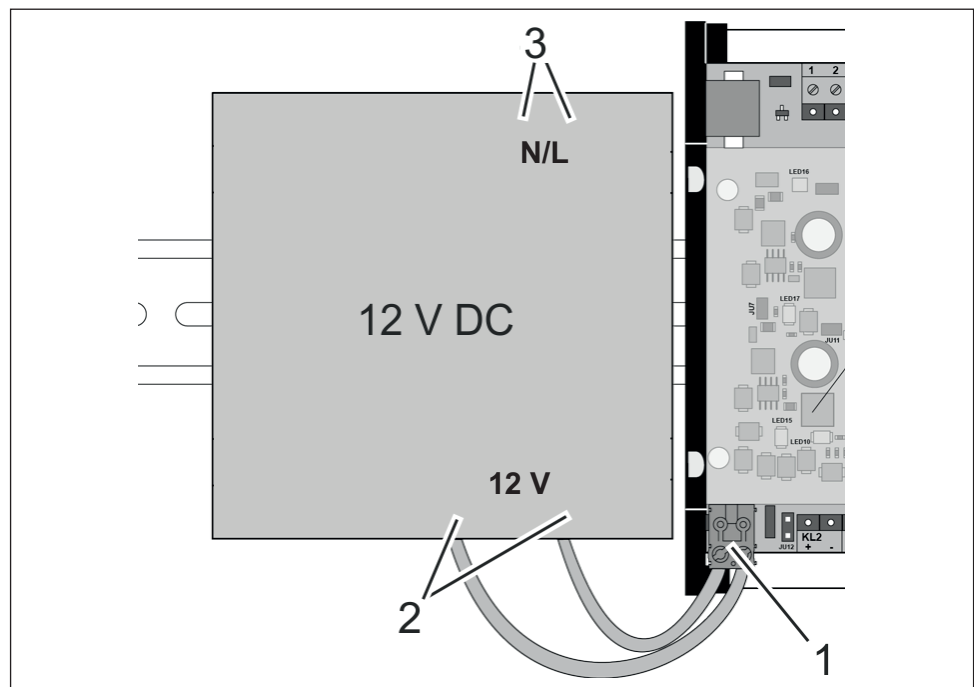

Abb. 11: Verbindung zwischen Netzteil (exemplarisch) und Controller
4. Klemme 1 des Controllers (Abb. 11/1) mit dem 12 V-Spannungsausgang des Netzteils (Abb. 11/2) verbinden.
5. Netzspannungseingang des Netzteils (Abb. 11/3) an die bauseitige Stromversorgung anschließen.